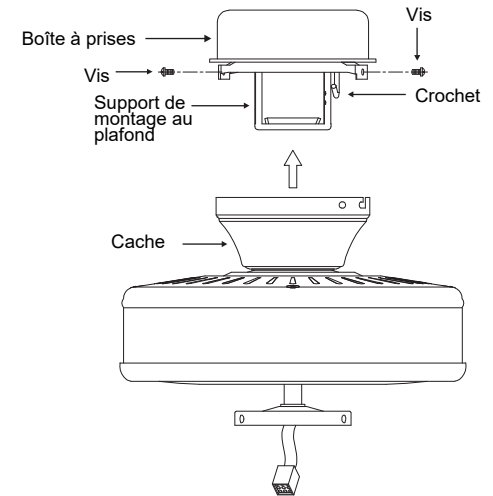

Fig. 13
**Étape 3.** S'assurer que les quatre vis de fixation sont bien serrées. (Fig. 13)